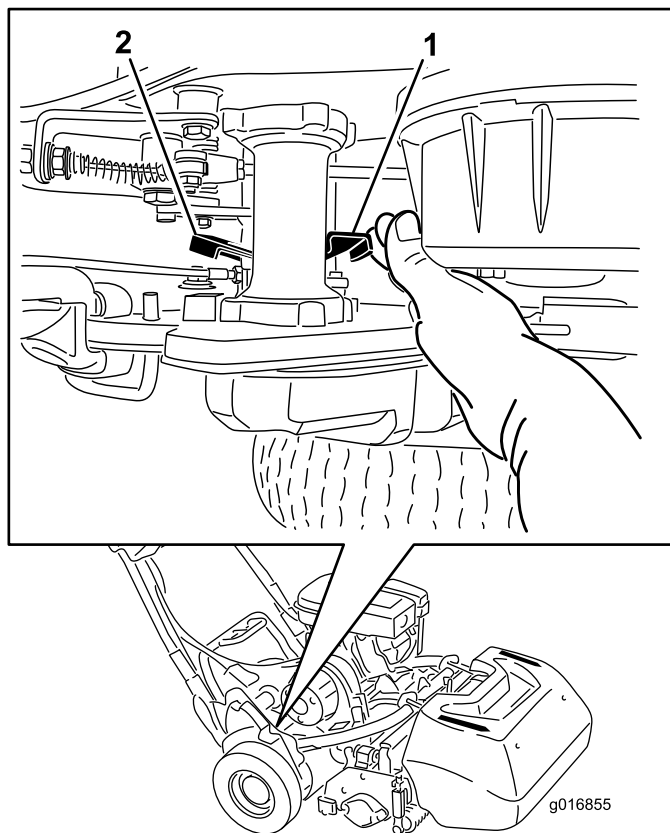

図 29
1. 機体の右後ろ角部にある走行解除レバーを探し出す走行ハウジングドラムの隣にある図29。